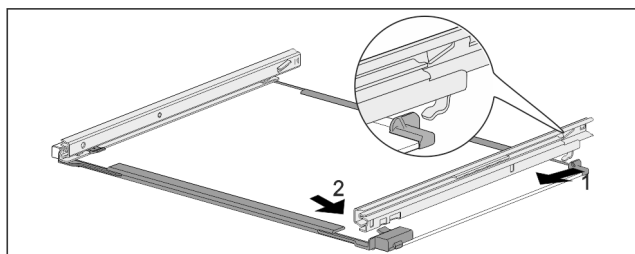

Fig. 174 带轨道的玻璃隔板
- 轨道后部钩入。 Fig. 174 (1)
- 轨道前部卡紧。 Fig. 174 (2)